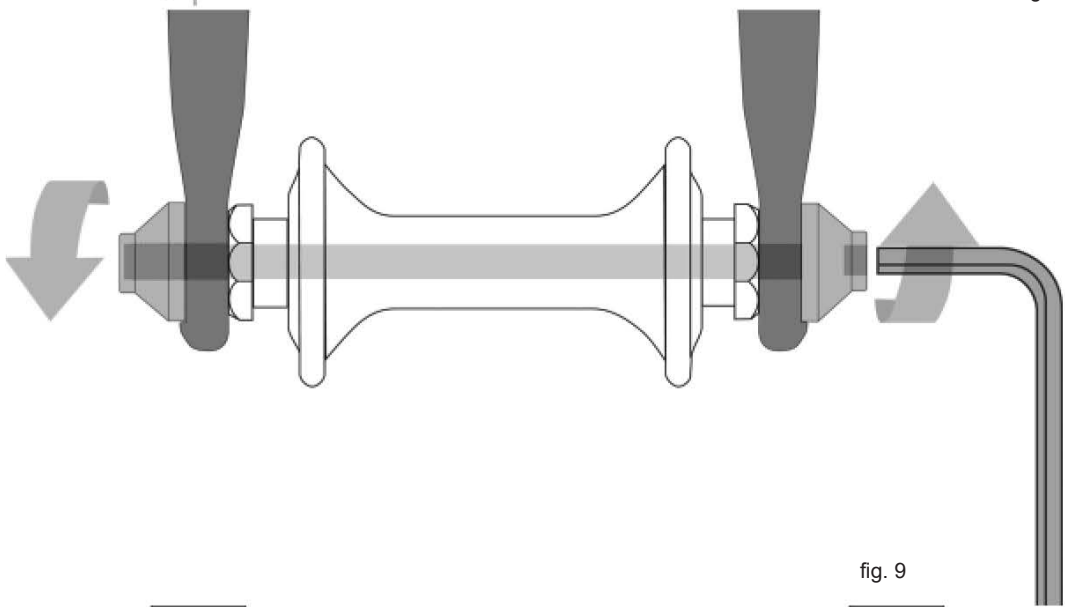

fig. 9
- Un cardán hueco con un eje (“espetón”) funcionando a través de él con una tuerca en un extremo y un conector para llave hexagonal, palanca de bloqueo u otro dispositivo de apriete en el otro (perno pasante, fig. 9).